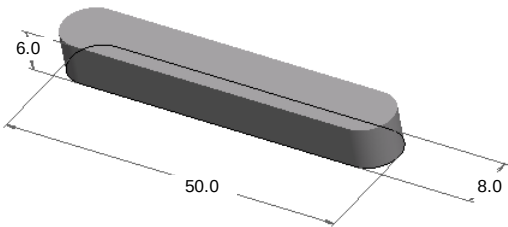
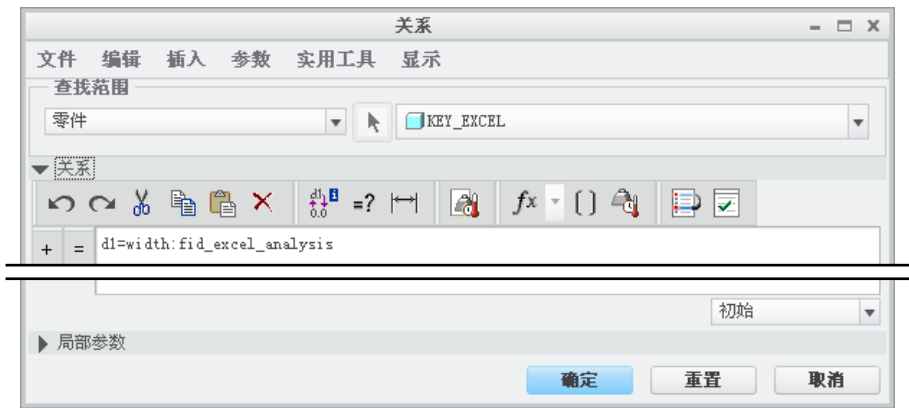
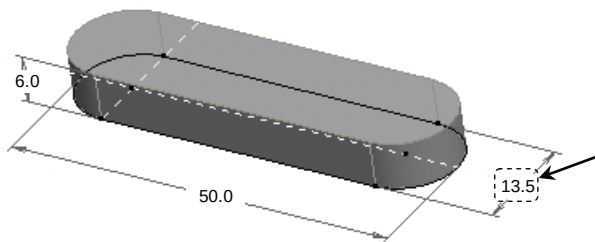

图 11.2.32 例子
图 11.2.38 “关系”对话框
图 11.2.39 再生模型后
下面举例说明 Excel 分析特征的应用。图 11.2.32 所示模型是一个平键，在某个特殊的行业，该平键的宽度 W（尺寸 8.0）由表 11.5 所示的计算公式所决定。
- (1) 将插入符号拖至拉伸 1 特征前面。
- (2) 在功能选项卡区域的 **工具** 选项卡中单击 **d=关系** 按钮。
- (3) 在图 11.2.38 所示的“关系”对话框中，进行如下操作：
- ① 在关系编辑区中输入关系式 **d1=width:fid_excel_analysis**。
- ② 单击“关系”对话框的 **确定** 按钮。
- (1) 将插入符号拖至最后。
- (2) 单击“重新生成”按钮 ，可以看到模型变为图 11.2.39 所示的形状。与图 11.2.32